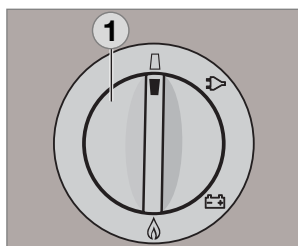

Abb. 40
- Stellen Sie bei Batteriezünder-Modellen den Energiewahlschalter **(1)** auf Position "AUS". Das Gerät ist abgeschaltet (Abb. 40).